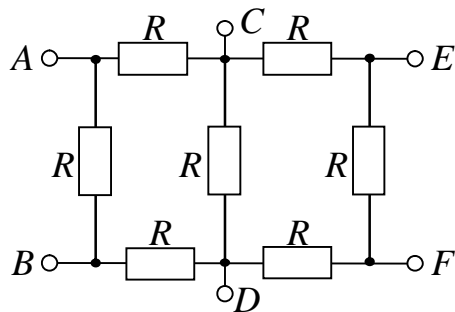

Рис. 1.12
**1.30.** У схемі рис. 1.12 значення опорів резисторів однакові і дорівнюють  $R$ . Знайти в загальному виді значення опорів між затискачами  $AB$ ,  $AC$ ,  $AD$ ,  $CD$ ,  $EF$ .